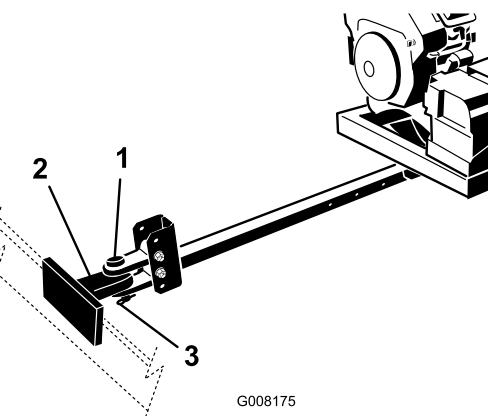

Рисунок 5
- Подсоедините вилку сцепного устройства воздуходувки к сцепному устройству буксирующей машины с помощью пальца и вилки сцепного устройства (Рисунок 5).